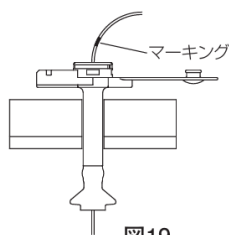

図19
2. 留置されているボタンのキャップを開け、ガイドワイヤをマーキングの手前まで挿入する。(図 19)